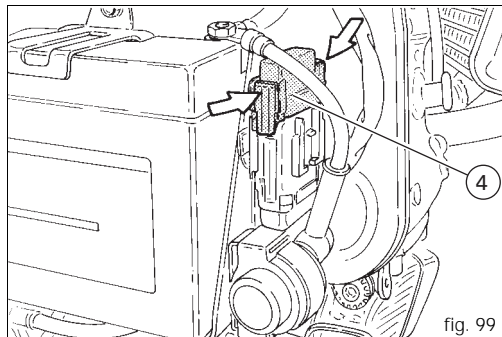

fig. 99
Pour les remplacer, retirez les capuchons (3, fig. 100). Le fusible placé près de la batterie (fig. 100) protège le régulateur électronique. Pour accéder au fusible, il faut retirer le capuchon de protection (4). On peut reconnaître un fusible grillé par la coupure de son filament intérieur de conduction (5, fig. 99).